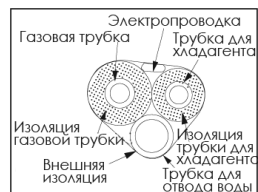

Рис. 3
2. Объедините электропроводку и соединительные трубки с помощью изолирующей ленты (Рис. 3).